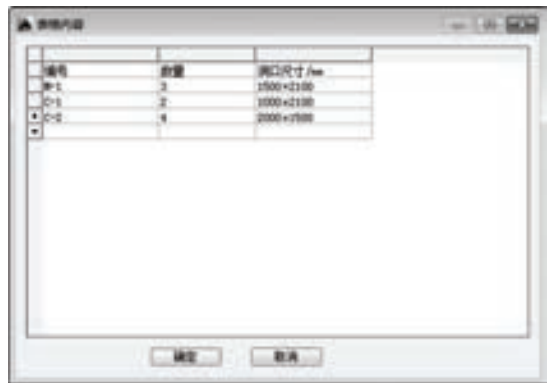

图 8-66 输入文字
6) 在新建的表格列中双击，输入文字，结果如图 8-66 所示。